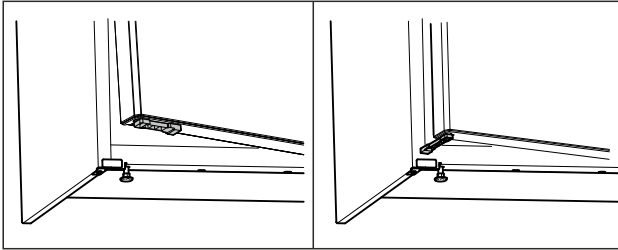

Fig. 54 \*
- ▶ Поверніть обмежувач відкривання дверцят на 90°. (див. Fig. 54) \*